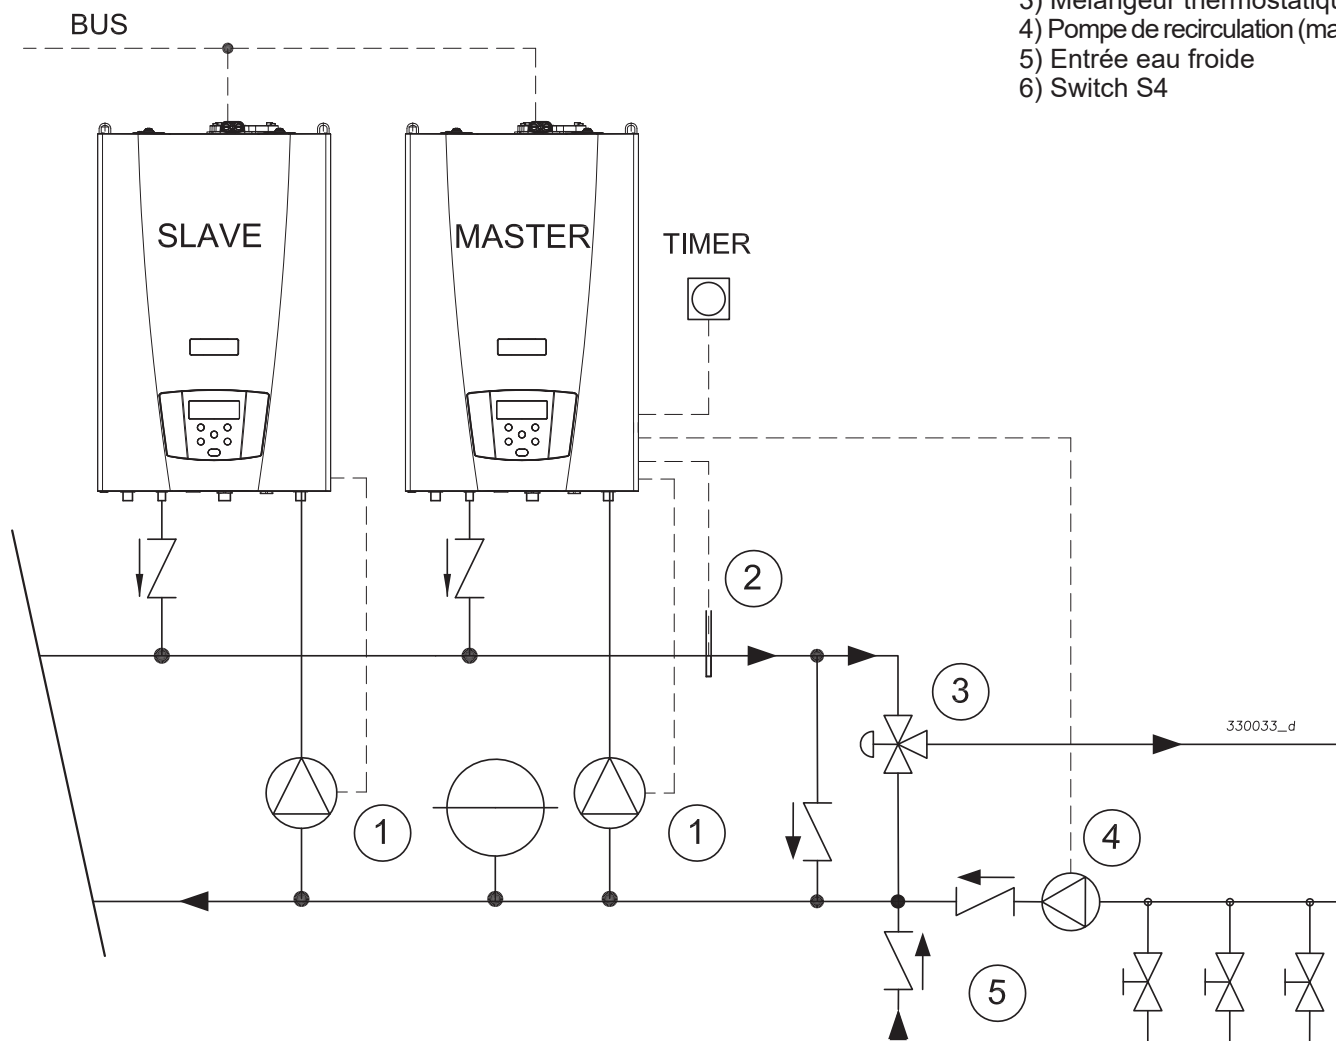

Figure 5-14 - Raccordement hydraulique des appareils en cascade sans ballon
Cet appareil peut être connecté en cascade à un maximum de 8 appareils. Le schéma de connexion hydraulique est illustré à la Figure 5-14. Il est possible d'effectuer d'autres types de raccordements hydrauliques (demandez les schémas de référence au fabricant). La cascade est gérée par la carte mère de l'appareil que nous définirons ici et ensuite "Master". Pour connecter les appareils en cascade, procédez comme suit:
- 2.- Effectuer l'installation hydraulique comme indiqué sur la Figure 5-14;